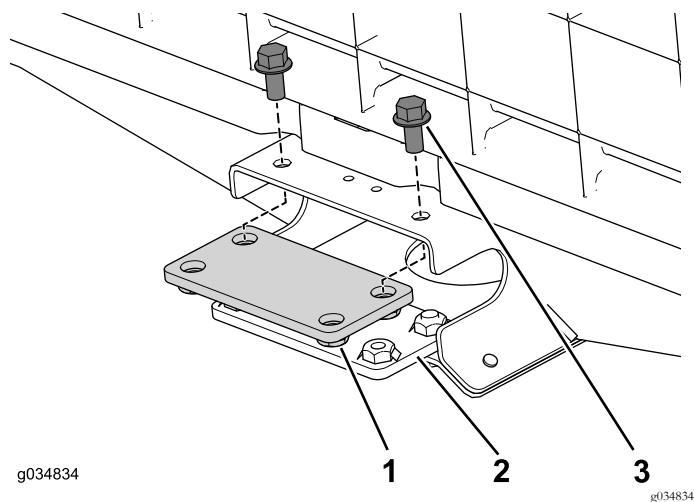

Figura 21
1. Utilice los 4 pernos con arandela prensada (3/8" x 3/4") para sujetar provisionalmente las placas de unión superior e inferior al perfil central de la sección delantera (Figura 21).